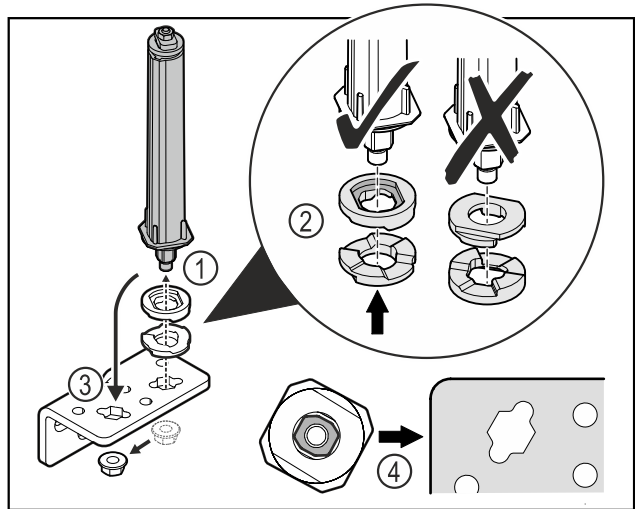

Fig. 35
- ▶ Відкрити гайку і зняти систему запирання дверей Fig. 35 (1).
- ▶ Слідкувати за правильним розташуванням шайб для регулювання висоти Fig. 35 (2).
- ▶ Переставити систему запирання дверей у шарнірному кутику і зафіксувати гайкою Fig. 35 (3).
- ▶ Під час встановлення слідкувати за правильною орієнтацією системи запирання дверей Fig. 35 (4).